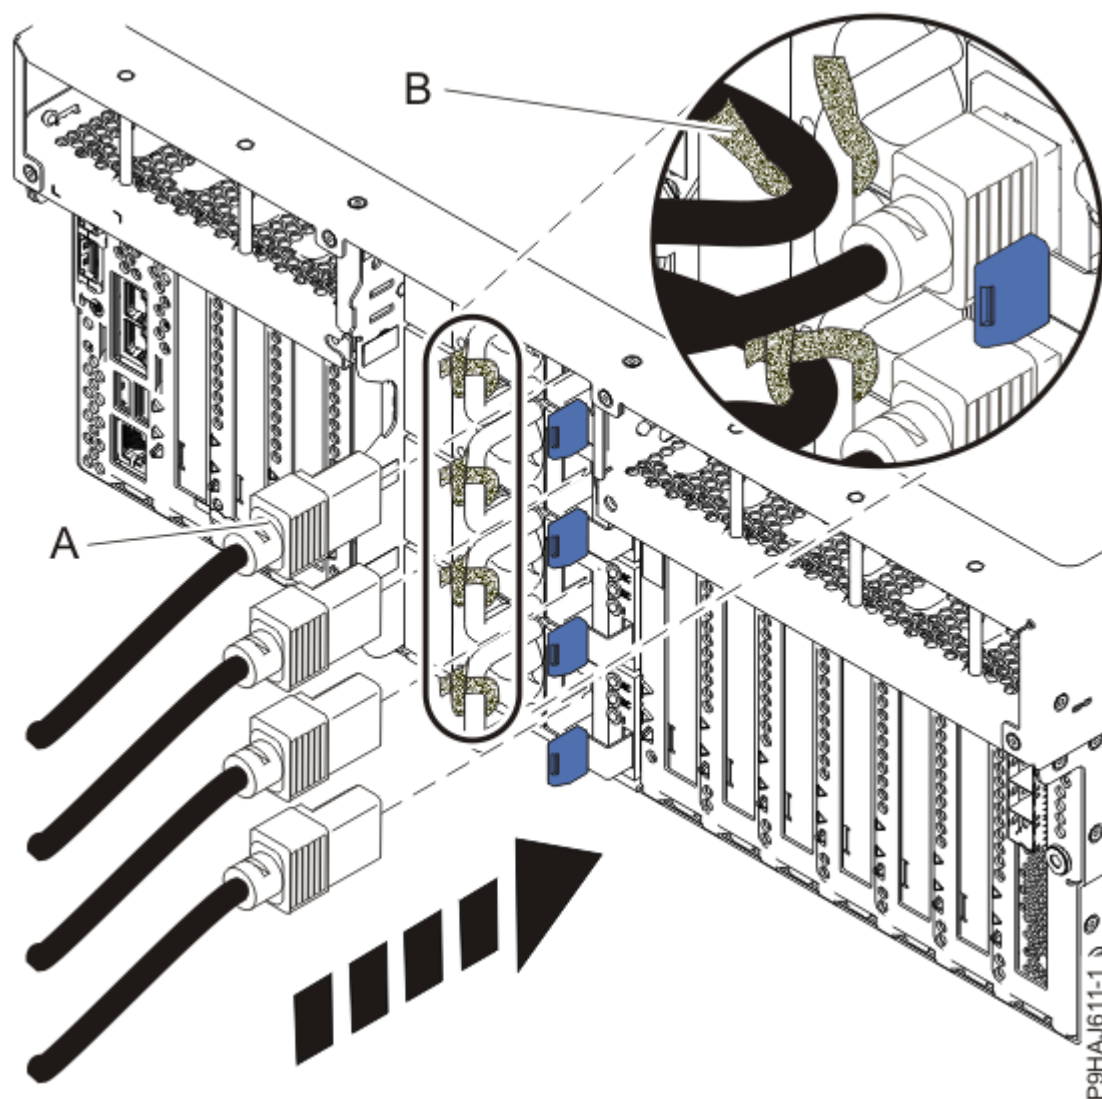
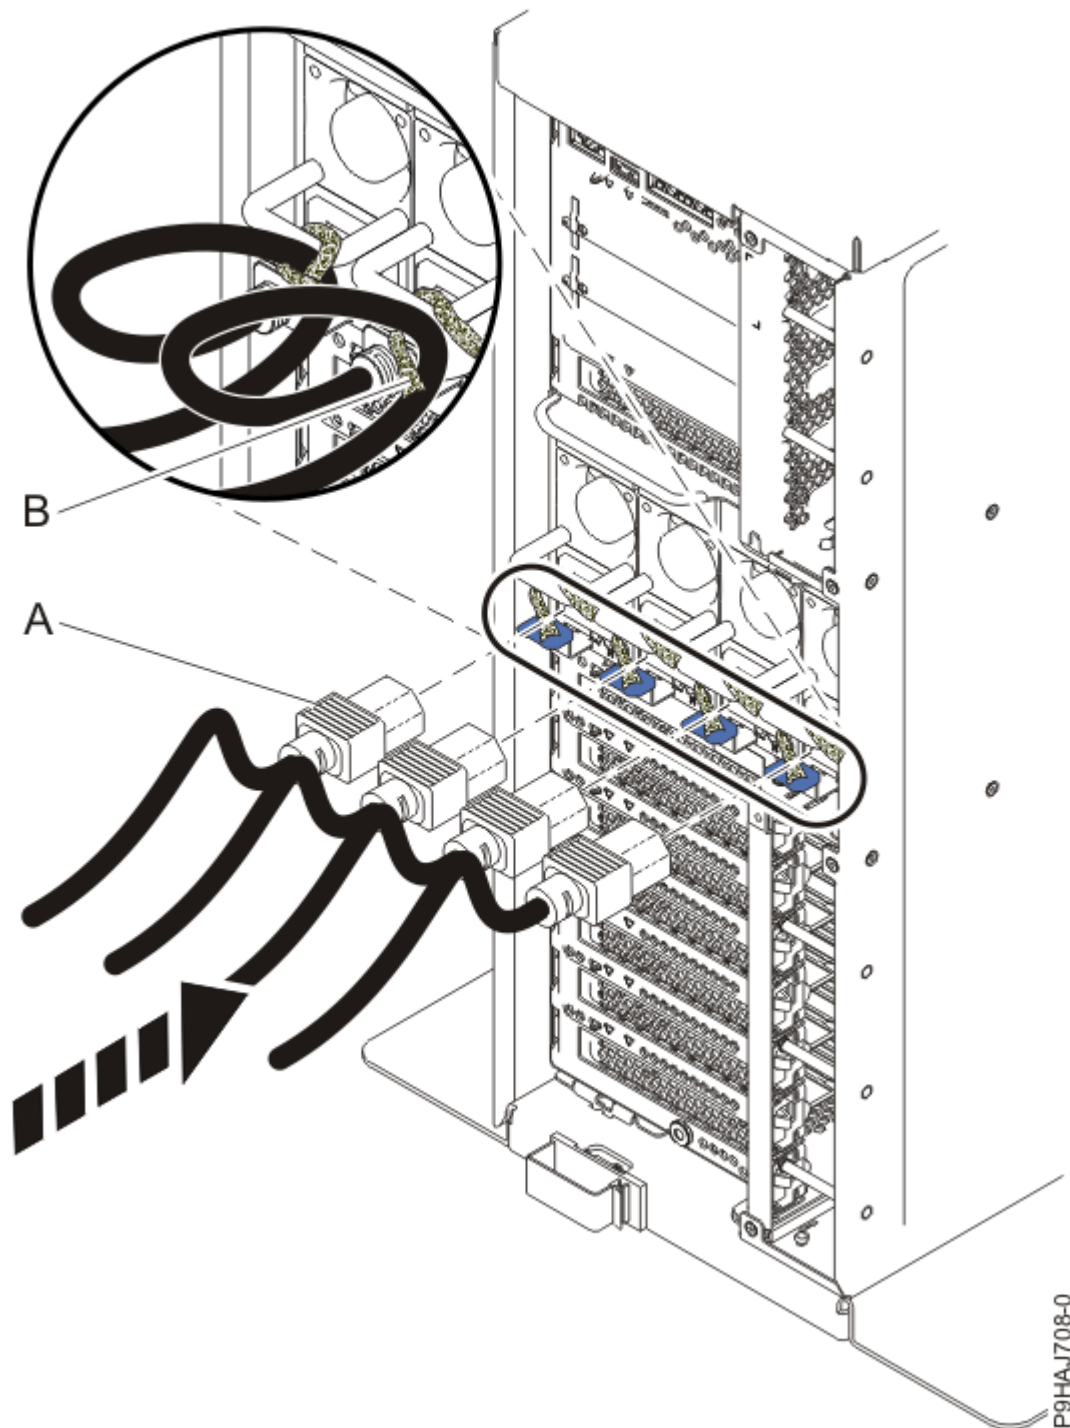

Figura 21. Ligar os cabos de alimentação a um sistema montado em bastidor
Figura 22. Ligar os cabos de alimentação a um sistema autónomo
5. Através da utilização dos rótulos, volte a ligar os cabos de alimentação **(A)** à unidade de sistema. Fixe os cabos de alimentação **(A)** ao sistema utilizando as presilhas **(B)** como é ilustrado em Figura 21 na página 22 ou Figura 22 na página 23.